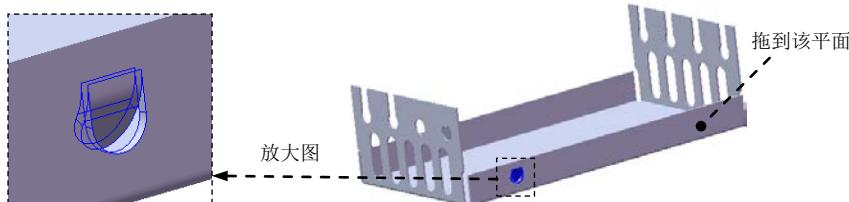

图 11.3.36 成形特征 1
(3) 定义切除深度属性。在“切除一拉伸”对话框**方向1**区域的下拉列表中选择**完全贯穿**选项，选中**正交切除(N)**复选框。其他选择默认设置值。
(4) 单击 \checkmark 按钮，完成切除一拉伸4的创建。
Step13. 创建图 11.3.36 所示的成形特征 1。
(1) 单击任务窗格中的“设计库”按钮 \square ，打开“设计库”对话框。
(2) 单击“设计库”对话框中的 \square ch11 节点，在设计库下部的列表框中选择“sm_rectifier”文件并拖动到图 11.3.36 所示的平面，并进行位置方向上的角度的旋转，在弹出的“成形工具特征”对话框中单击 \checkmark 按钮。